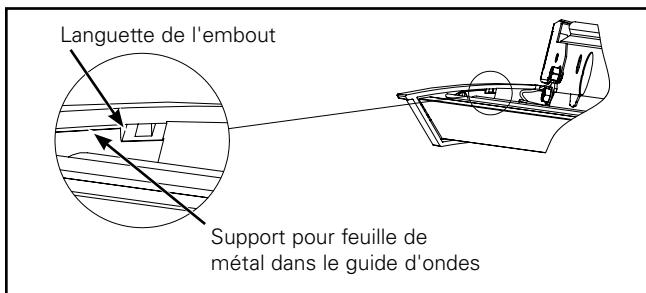

Figure 8.
8. Placez l'embout sur le luminaire. Repliez le faisceau de câblage et le fil de sécurité lors de l'installation. Les languettes des embouts doivent s'insérer complètement dans le support en métal. (Figure 8.)